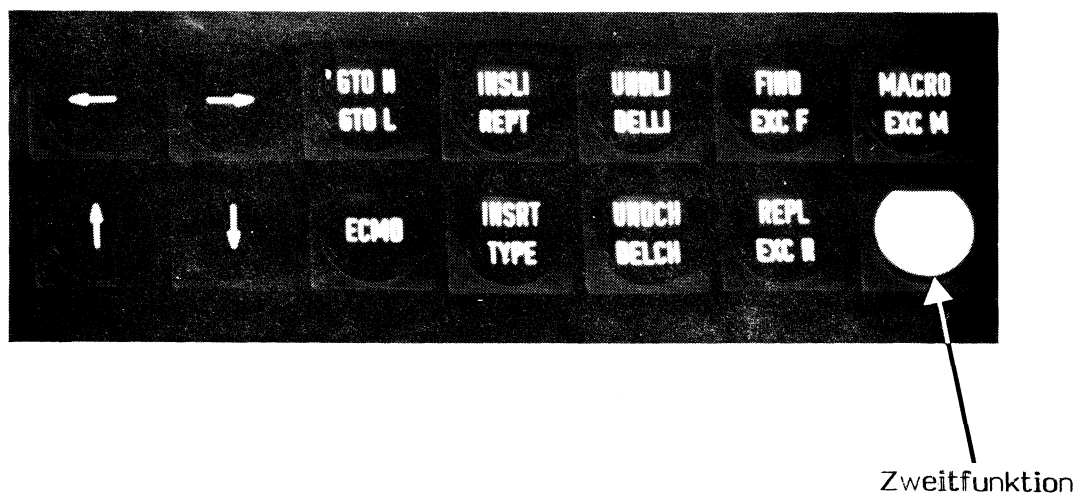

Fig. 1.8 Editor zugeordnete Tasten
3. Der Editorblock besteht aus Cursorsteuerung (4 Pfeile) und verschiedenen fest zugeordneten Tasten, die in den Abschnitten 1.6 und 4 näher beschrieben werden. Die orange Zweit-Funktions-Taste (Fig. 1.8) kann sowohl im Editorblock als auch im numerischen Block eingesetzt werden.
Auf der numerischen Tastatur befindet sich über jeder Ziffer eine Zweitfunktion, die der jeweiligen Ziffer zugeordnet ist. Diese Zweitfunktion wird aktiviert indem zuerst die orange Zweitfunktionstaste (s. Fig. 1.8) und danach die gewünschte Taste gedrückt wird. Im Folgenden sind alle Zweitfunktionen aufgelistet. (Beachten Sie auch Abschnitt 3)
Die Editortasten sind in Fig. 1.8 abgebildet. Die 4 Tasten links sind CURSOR--Steuerungen, die die Positionsanzeige in die gewünschte Stellung bewegen (beachten Sie Abschnitt 2.7 über CURSOR und generellem Gebrauch der Tastatur). Die anderen Tasten aktivieren verschiedene Editorfunktionen, die im Folgenden aufgelistet werden. Einige Tasten haben sowohl primäre als auch sekundäre Funktionen. Die primäre Funktion ist das untere weiße Zeichen. Die sekundäre Funktion ist orange, angeglichen an die orange Zweitfunktionstaste (Fig. 1.8). Für die Benutzung der Zweitfunktion muß zuerst die orange Zweitfunktionstaste gedrückt werden und anschließend die gewünschte Funktion. Näheres s. Abschnitt 4.
5. Drücken Sie die orange Zweitfunktionstaste. Siehe Fig. 1.8. Drücken Sie nun TFEED (Bandtransport) solange, bis ein ausreichender Streifenvorspann ausgelocht ist. Typenänderung des Vorspanns s. Abschnitt 3.8.